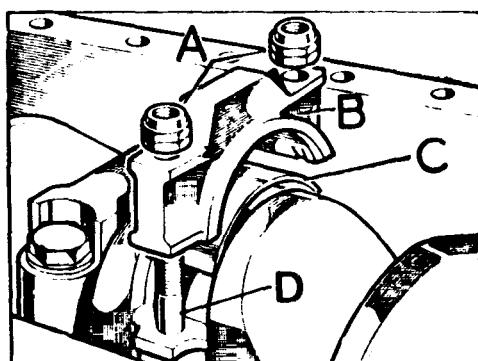
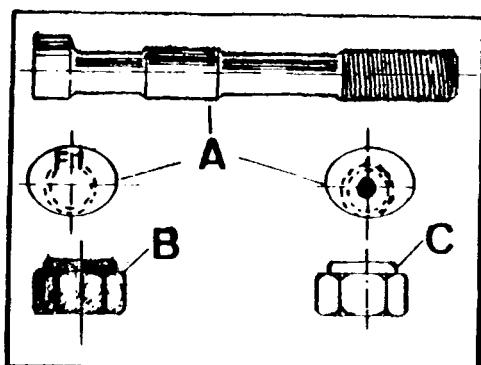
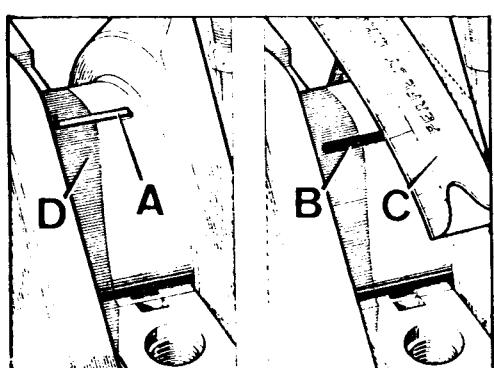

Fig. A1-101 Desmontaje de pistones y bielas
Fig. A1-103 Identificación de tornillos y tuercas de biela
Fig. A1-108 Comprobación del juego entre los cojinetes y las muñequillas
- 2.4. Montar las tapas, B (Fig. A1-101) con sus tornillos, D, los cuales deberán de ser de rosca laminada (ver identificación Fig. A1-103).
- 2.5. Montar tuercas nuevas, A (Fig. A1-103) las cuales podrán ser cadmiadas o de acabado natural, y apretarlas a una tensión que dependerá del tipo de tuerca que sea.
- 6.3. Apretar las tuercas con una tensión de 3,5 a 4,50 mkg., dependiendo este apriete del tipo de tuerca (ver Fig. A1-103).
- 8.1. Colocar un trozo de plastigage, A (Fig. A1-108) en la muñequilla que se va a comprobar, este trozo debe ser de largo igual que el ancho de la muñequilla. Montar la tapa y dar a las tuercas su par de apriete correcto (ver Fig. A1-103), desmontar nuevamente la tapa y medir el ancho del plastigage, B, con la escala, C (Fig. A1-108) que dispone la funda del citado plastigage. Esta medida deberá estar comprendida entre 0,019 y 0,069.
- 9.1. Se utilizará una galga, A (Fig. A1-108) introducida entre la cara lateral de la biela y el resalte de apoyo de la muñequilla.